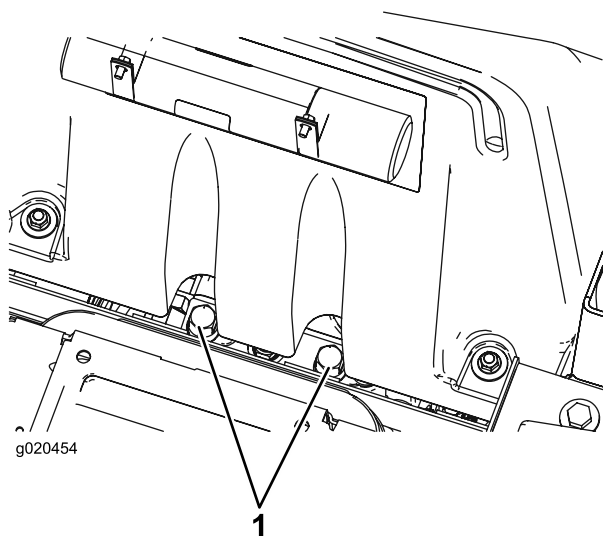

Figura 56
1. Levante o assento. As válvulas de derivação encontram-se sob a dianteira do depósito de combustível (Figura 56).